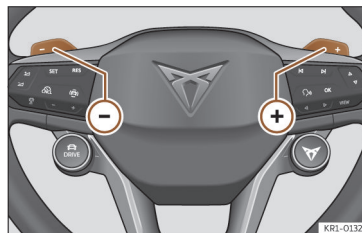

Fig. 110 Volante multifunções: alavancas para a recuperação de energia.
- Pressionando as alavancas do volante + ou - ativa-se temporariamente a seleção manual do nível de recuperação de energia >>> **Fig. 110**. A recuperação automática ativa-se novamente pressionado o pedal do acelerador.
>>> **Fig. 110.**